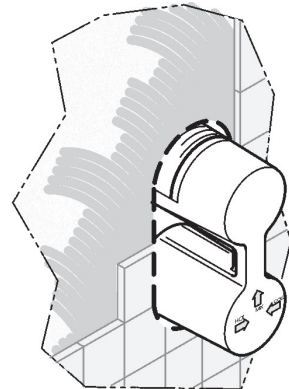

Fig. 5
- Eseguire il rivestimento. (Fig 5)
- Clad the walls (Fig.5).
- Verputzen (Abb. 5).
- Réaliser le revêtement. (Fig 5)
- Realice el revestimiento. (Fig.5)
- Выполнить облицовку. (Рис.5)